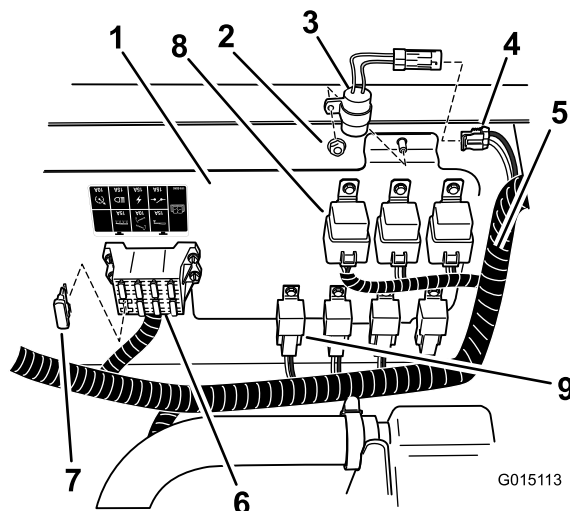

Bild 26
2. Sie finden den Verzögerungstimer in den losen Teilen; befestigen Sie ihn mit einer Sicherungsmutter an der Stelle ein, die in Bild 26 dargestellt ist.
3. Ermitteln Sie den Anschluss am Hauptkabelbaum, der mit "delay timer" beschriftet ist. Schließen Sie den Timer an dieser Stelle am Hauptkabelbaum an (Bild 26).
4. Stecken Sie eine Sicherung (40 A) in den offenen Einschub am Sicherungsblock, wie in (Bild 26) dargestellt. Wenn sich eine Sicherung mit einer niedrigeren Spannung im Einschub befindet, wechseln Sie sie mit einer Sicherung mit 40 A aus.